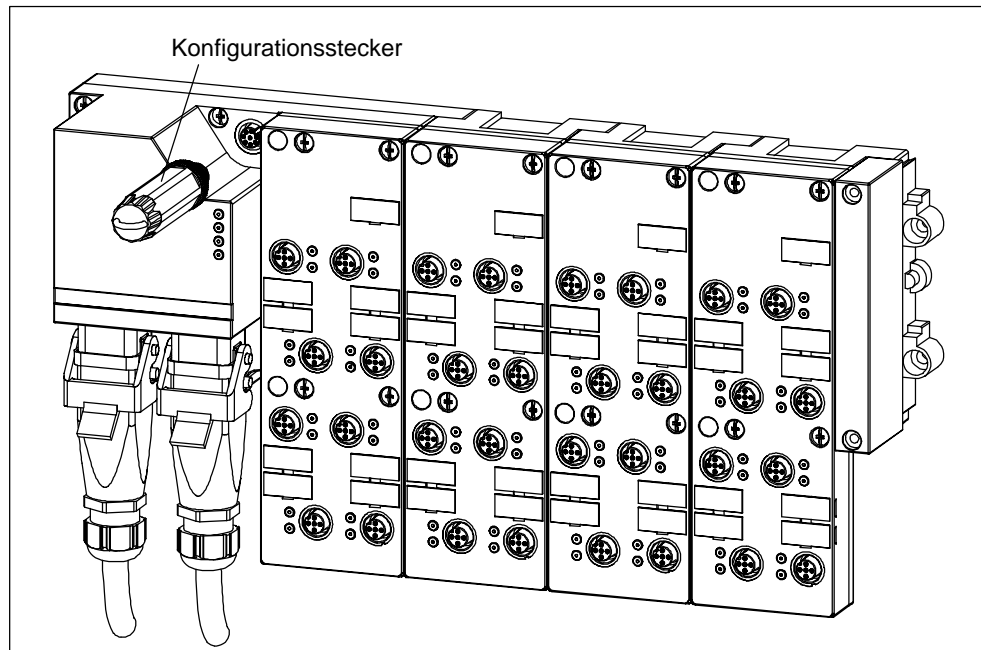

Bild 3-12 Lage des Konfigurationssteckers am ET 200X-DESINA/ET 200X-ECOFAST
1. Lösen Sie die Verschraubung des Konfigurationssteckers mit dem Basismodul und ziehen Sie den Stecker ab (siehe Bild 3-12).